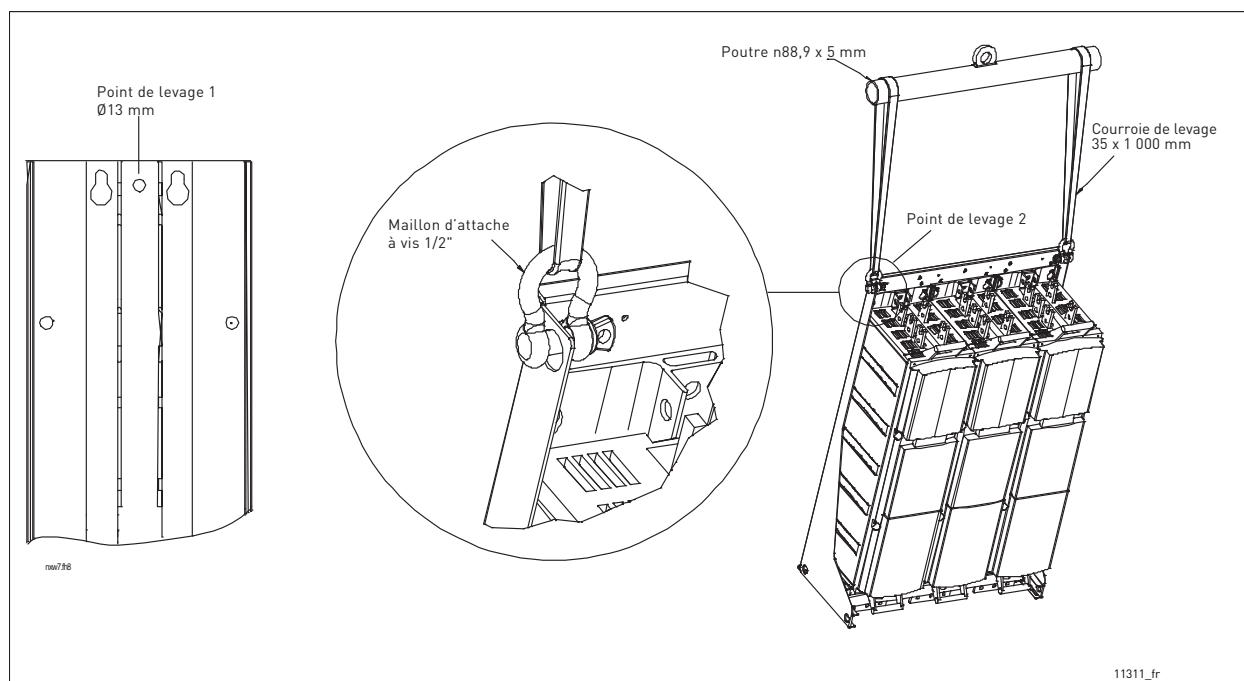
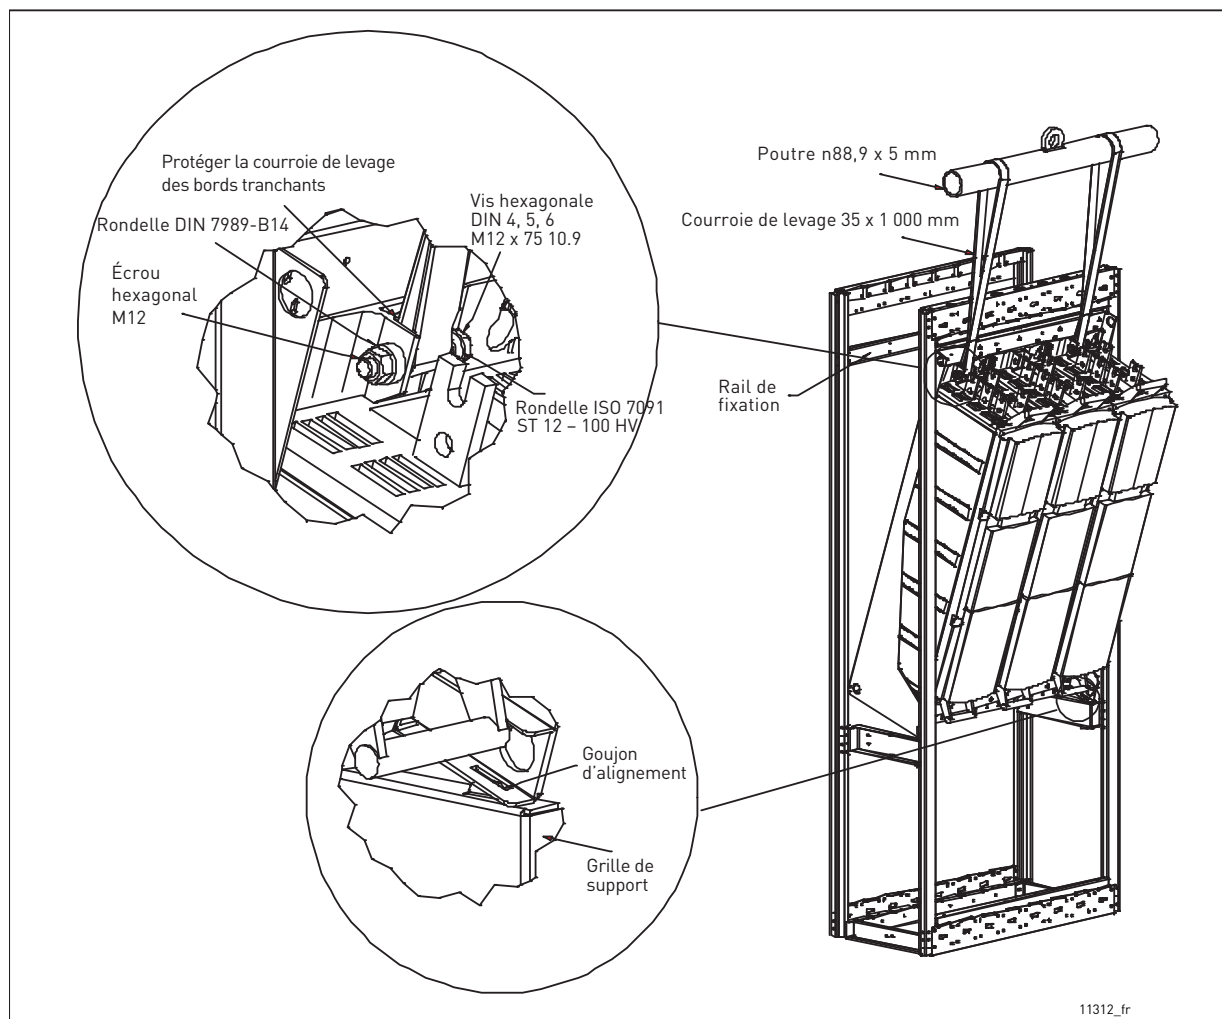
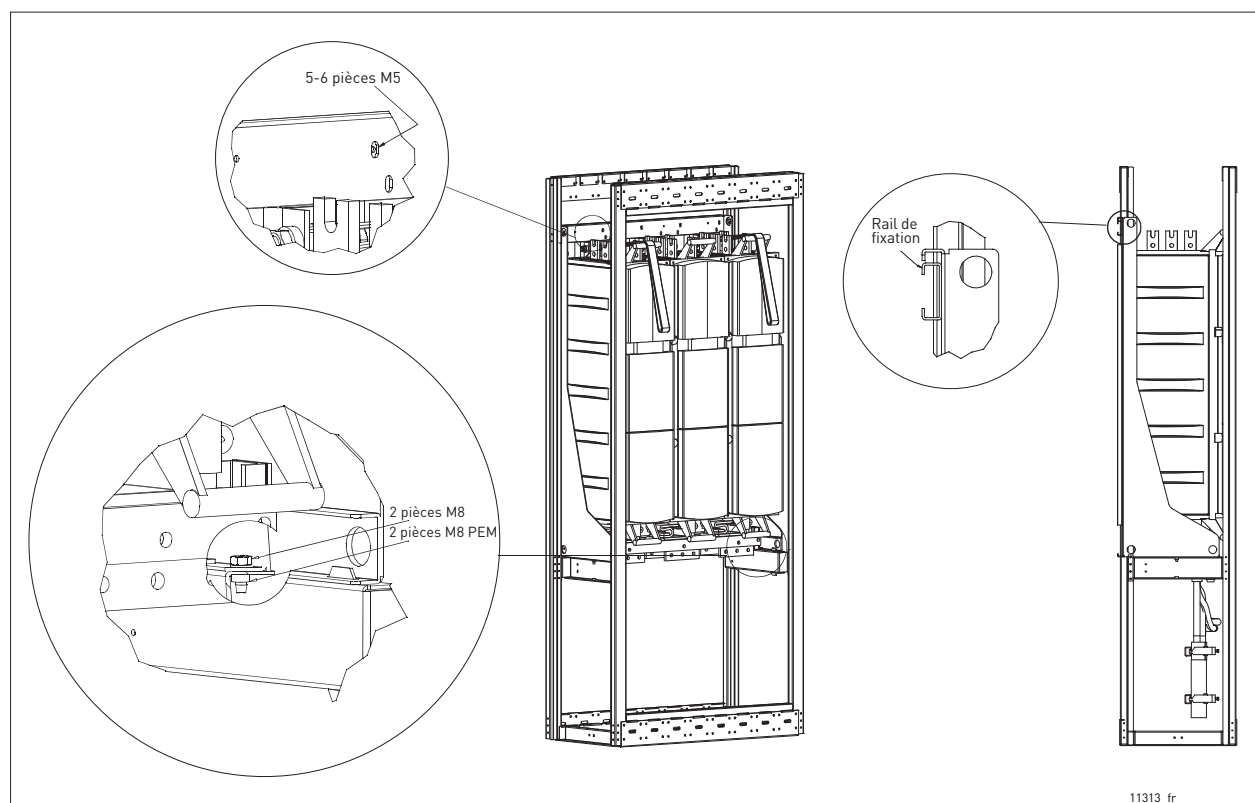

Figure 4. Points de levage pour variateurs composés d'un seul module (gauche) et de plusieurs modules
Figure 5. Levage du variateur dans un espace d'installation réduit
Figure 6. Fixation du variateur au châssis de l'armoire
Pour les modules sans support de fixation (voir Chapitre 5.1.2.1), le meilleur point de levage est le ou les trous au centre de la plaque de montage (point de levage 1). Pour les VACON® NX refroidis par liquide qui sont composés de plusieurs modules, la procédure la plus facile et la plus sûre consiste à les lever par les trous situés dans le support de fixation (point de levage 2) à l'aide d'un maillon d'attache à vis. Vérifiez les dimensions recommandées pour la courroie et la poutre de levage. Voir Figure 4.
Dans ce cas, suivez la procédure de levage décrite à la Figure 5. Le montage s'avère plus simple et plus sûr si le variateur peut être posé sur une poutrelle de support fixée au châssis de l'armoire. Nous conseillons également l'utilisation d'un goujon d'alignement.
Pour stabiliser l'armoire et le variateur, il est conseillé de monter un rail de fixation au dos de l'armoire et d'y fixer le haut du variateur en utilisant 5 ou 6 vis M5. Les schémas ci-dessus s'appliquent également aux armoires Rittal ou Veda. Utilisez également des boulons et des écrous M8 pour fixer le variateur à la poutrelle de support. Voir Figure 5 et Figure 6.
**REMARQUE !** Ne soulevez jamais un variateur par sa ou ses poignées en plastique à l'aide d'un appareil de levage, tel qu'une grue à flèche ou un treuil. La procédure de levage recommandée pour ces unités est décrite à la Figure 4 et à la Figure 5.